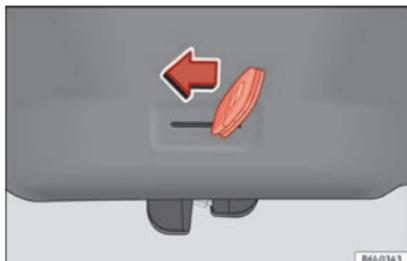

Fig. 168 Portellone posteriore: apertura d'emergenza.
- Inserire l'ingegno della chiave nella fessura e sbloccare il dispositivo di chiusura girando la chiave da destra verso sinistra, come indicato dalla freccia » **fig. 168.**